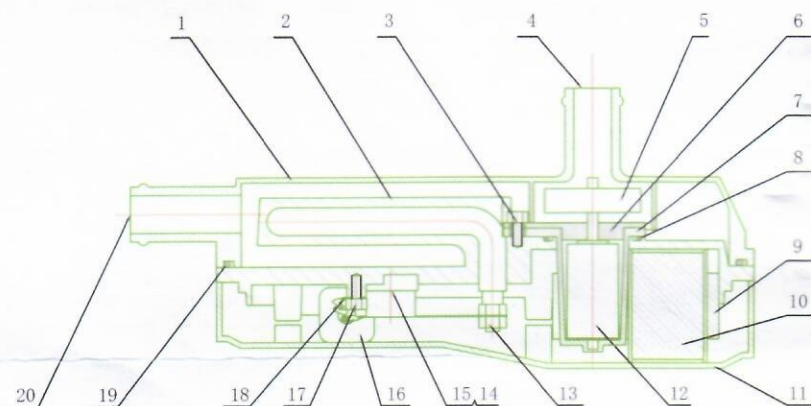

Рис. 1 Схема конструкции подогревателя
1. Конструкция нагревателя (См. Рис. 1)